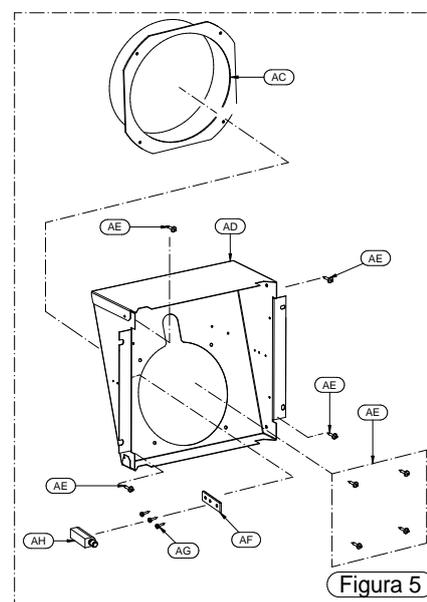
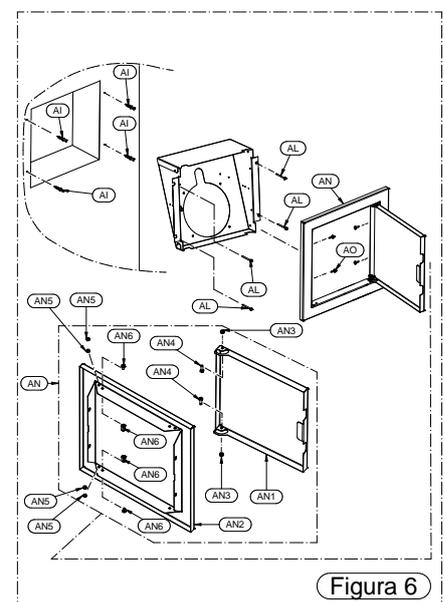

Figura 5
Figura 6
- Assemblare il supporto del condotto di carico AD ed il collare AC con le viti AE (vite tc+ 3,9X9,5). In seguito fissare il magnete push-pull AH e la basetta AF con le viterie AG (vite tc+ 2,9X9,5). Il magnete push-pull AH può essere assemblato sia a dx e sia a sx in funzione dell'apertura della portina di carico, (Figura 5).
- Fissare ora il supporto del condotto di carico AD (vedi Figura 5) alla cappa del camino attraverso 4 tasselli e viti AI (tasselli non in dotazione). In seguito assemblare la portina AN completa attraverso il montaggio del seguente materiale: la portina AN1, il supporto AN2, i dadi AN3 (dado M4), le viti AN4 (vite tc+4x16), le viti AN6 (vite tc+ 4x6), i distanziali AN7 (distanziali esagonali), e i dadi AN 5 (dadi M4). Assemblare infine la portina creata AN al supporto AD attraverso le viti AO (vite tc+ 3,9X9,5) (Figura 6).